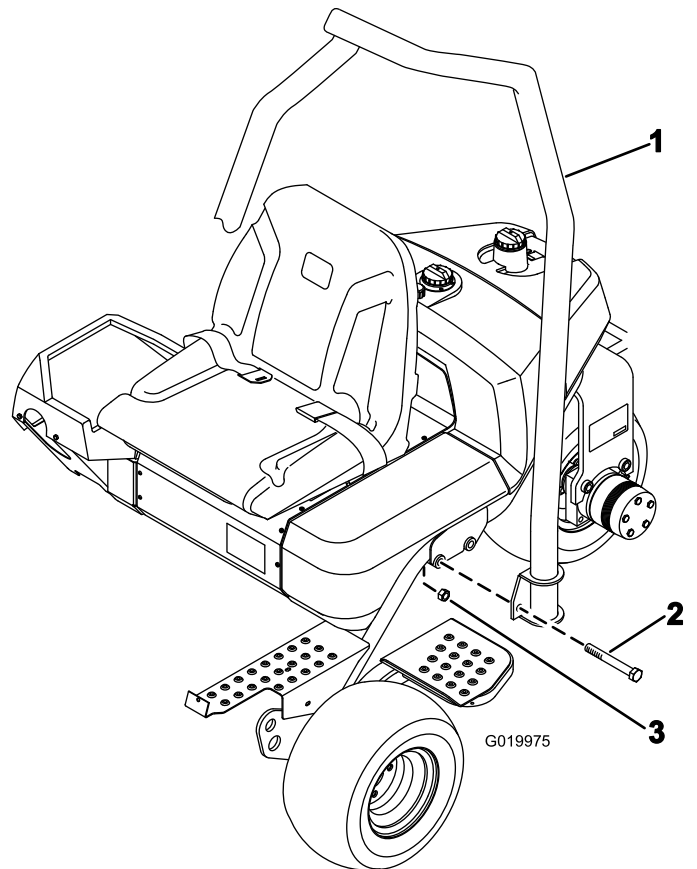

Figura 7
1. Coloque la barra antivuelco de manera que la parte superior del tubo esté curvada hacia la parte delantera de la máquina (Figura 7).
2. Baje la barra antivuelco sobre el bastidor, alineándolo con los taladros de montaje (Figura 7).
- Sujete cada lado de la barra antivuelco al bastidor con 2 pernos ($\frac{5}{8}$ " x $4\frac{1}{2}$ ") y contratuercas, tal y se muestra en la Figura 7.